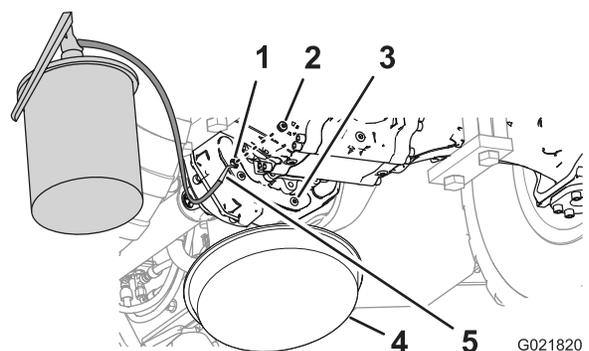

Figure 74
5. Revissez un des bouchons dans l'orifice de vidange de la transmission (Figure 74).
jusqu'à ce que le niveau atteigne les filets au bas de l'orifice (Figure 74).
8. Placez le bouchon restant dans l'orifice de contrôle de la transmission (Figure 74).